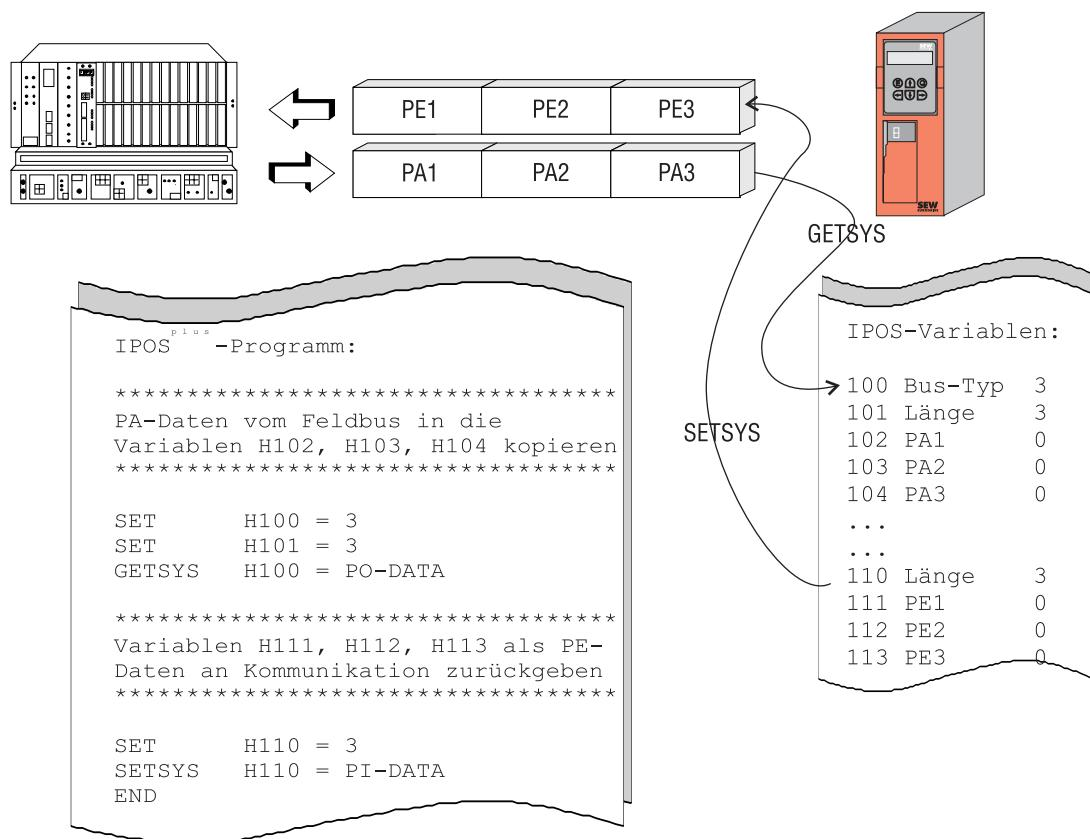

Bild 43: Verwendung des Positions-Sollwertes im IPOS-Programm
12. Geben Sie nun das nachfolgend abgedruckte IPOS^{plus}-Programm ein. Bild 43 zeigt ein Minimalprogramm zur individuellen Nutzung der Prozess-Eingangs- und -Ausgangsdaten.